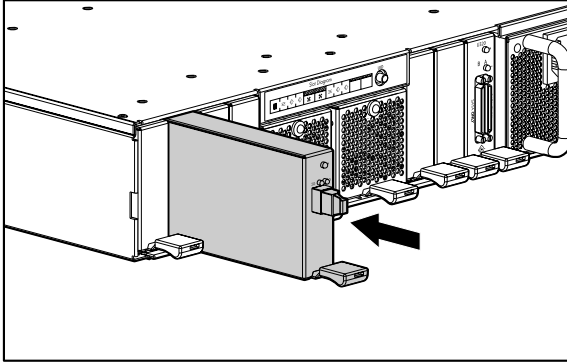

図 11: ファイバチャネル I/O モジュールのインストール
1. 図 11 に示すように、ファイバチャネル I/O モジュールを、カチッと音のする所定の位置までスライドしてベイに挿入します。